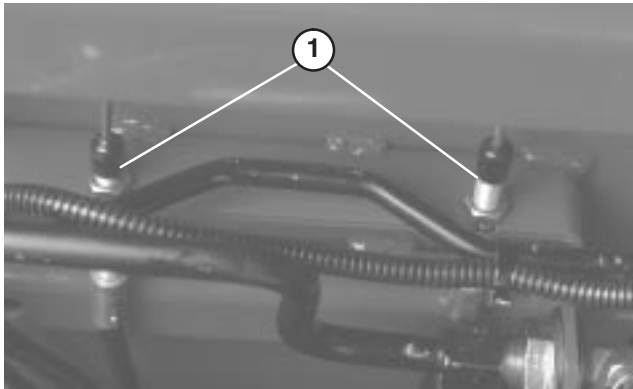

Figure 63
2. Pour réduire la garde aux pédales de frein, serrez les freins en desserrant l'écrou avant sur l'extrémité fileté du câble de frein (Fig. 63). Serrez ensuite l'écrou arrière pour ramener le câble en arrière jusqu'à obtenir une garde aux pédales de frein de 13 à 25 mm. Resserrez les écrous avant une fois que les freins sont réglés correctement.